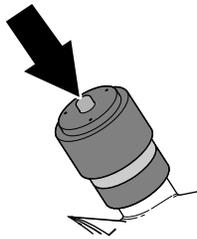

Figure 111
6. Si une bande rouge est visible dans l'indicateur de colmatage, appuyez sur le bouton de réinitialisation au bout de l'indicateur (Figure 111).